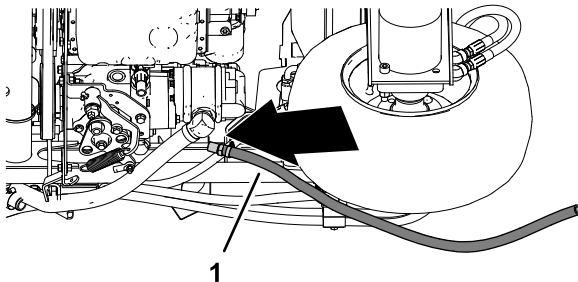

Bild 48
1. Führen Sie den Rücklaufschlauch des Ölkühlers an der Unterseite der Maschine am rechten Rahmenkanal entlang, wie in Bild 48 dargestellt.